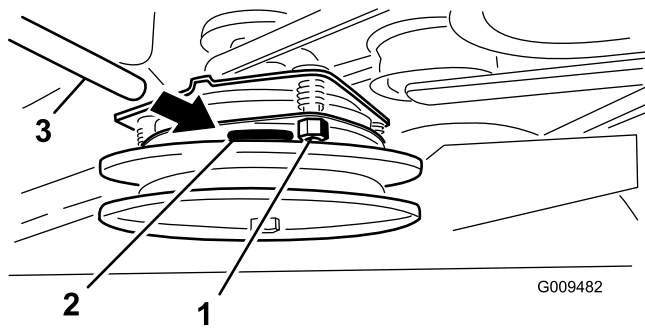

Figure 53
2. Si un réglage est nécessaire, réglez-le à 0,381 mm (0,015 po) pour chacune des trois positions de réglage. Serrez les contre-écrous jusqu'à ce la jauge d'épaisseur fléchisse légèrement mais puisse bouger facilement dans l'entrefer (Figure 53).